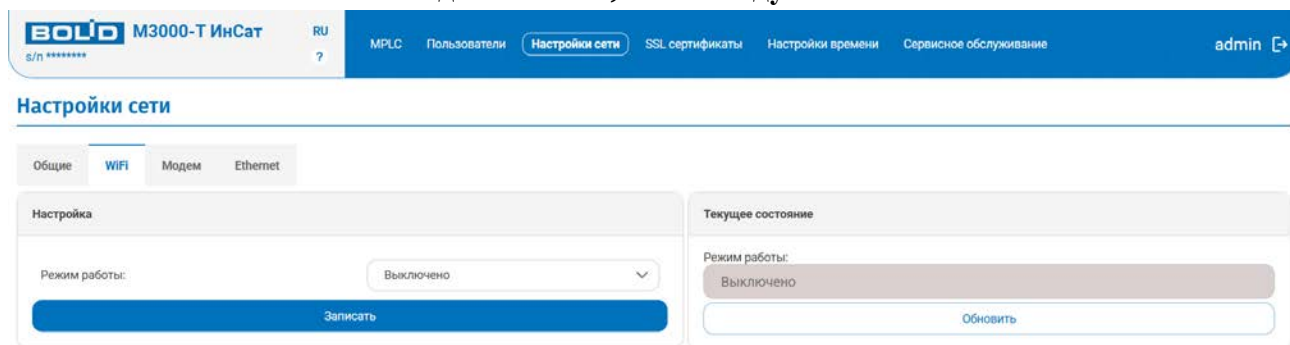

Рисунок 8, позиция 1. Настройки сети, вкладка «Wi-Fi».
- 3) технология включена и выступает в виде точки доступа для подключения к контроллеру (*читать п. 5.3.5 – 2.3, см. Рис. 8, поз. 6*).